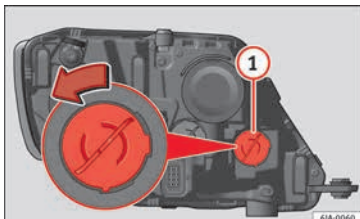

Abb. 93 Glühlampe für Blinklicht auswechseln
- Drehen Sie den Lampenträger » **Abb. 93** **①** gegen den Uhrzeigersinn und nehmen Sie ihn ab.